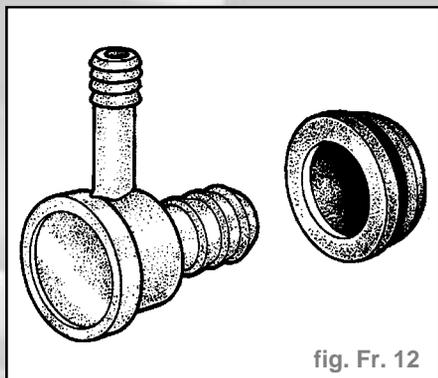

fig. Fr. 12
- Tirer en tournant le clapet de retenue pour le dégager de la rondelle d'étanchéité en caoutchouc (fig. Fr. 12).